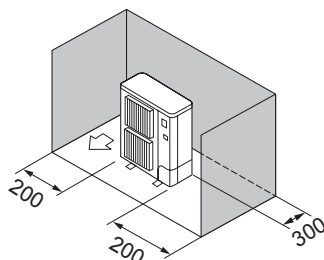

Fig. 2-9
- ③ Enbart hinder på baksidan och sidorna (Fig. 2-9)